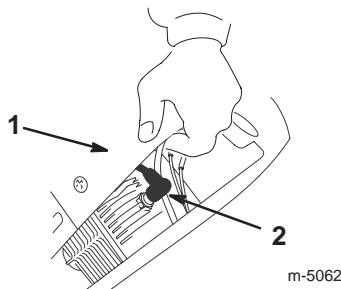

Bild 18
5. Heben Sie die Haube hoch und klemmen Sie das Zündkabel von der Zündkerze ab (Bild 18).